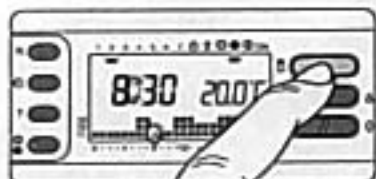

Fig. 33
**AUTOMATICO** prima dello scadere del tempo programmato premere il pulsante **T** (fig. 33).